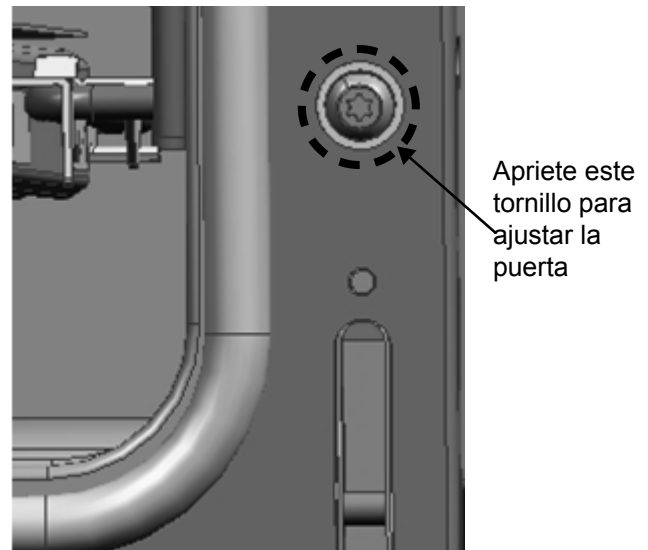

Figura 10: Tornillo de ajuste de la bisagra
3. Para las grandes y pequeñas hornillas, si la puerta o la agarradera parecen levemente desniveladas, puede ajustar su inclinación apretando o aflojando el tornillo Torx de la bisagra con un gran destornillador Torx T-20. El tornillo se encuentra directamente encima de la ranura de la bisagra. Apriétela o aflójela según el ajuste que haga falta para alinear correctamente la puerta (*Figura 10*).